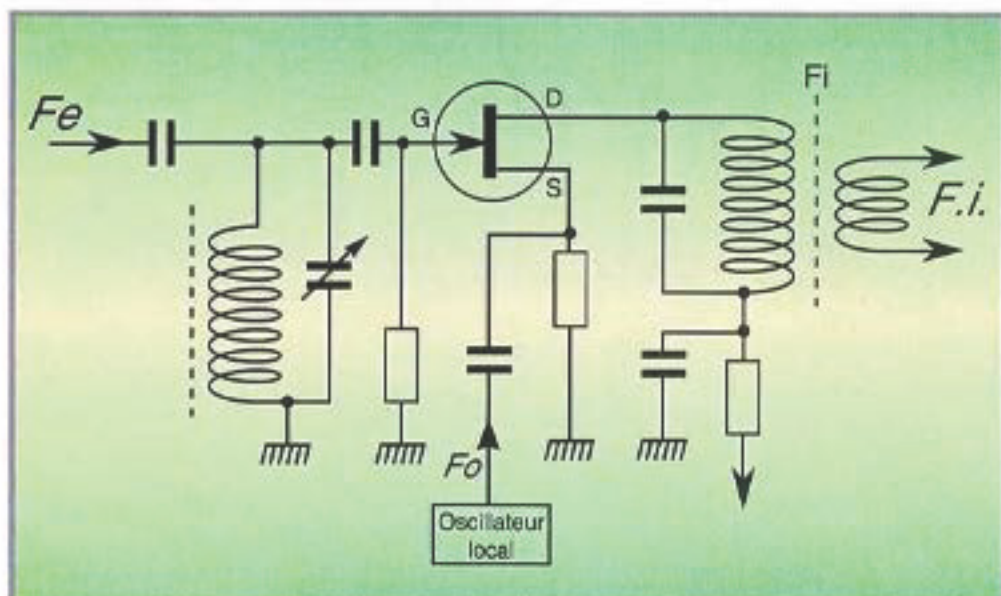

Figure 9. Un mélangeur à transistor JFET.
de l'oscillateur local est injecté sur la source (S) d'un JFET ou sur la seconde gate (G2) d'un MOSFET à deux gates (voir les figures 9 et 10). Souvent utilisé à l'heure actuelle, ce montage a une meilleure tenue aux signaux forts et apporte un bruit plus faible que les transistors bipolaires. Le transistor MOSFET apporte un meilleur isolement entre les deux signaux incidents,  $F_e$  et  $F_o$ .